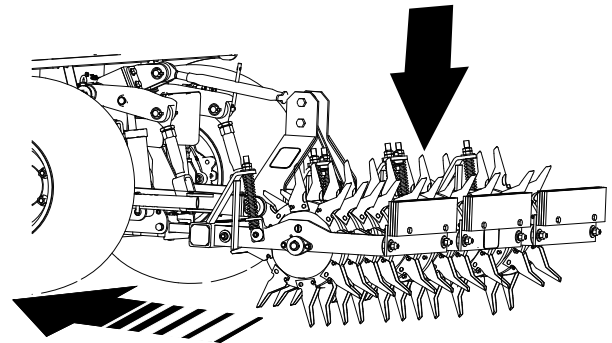

図 23
2. 低速で前進しながら、トラクションユニットの 3 ポイントヒッチまたはリモート油圧装置で、しずかにエアレータを降下させる 図 23。